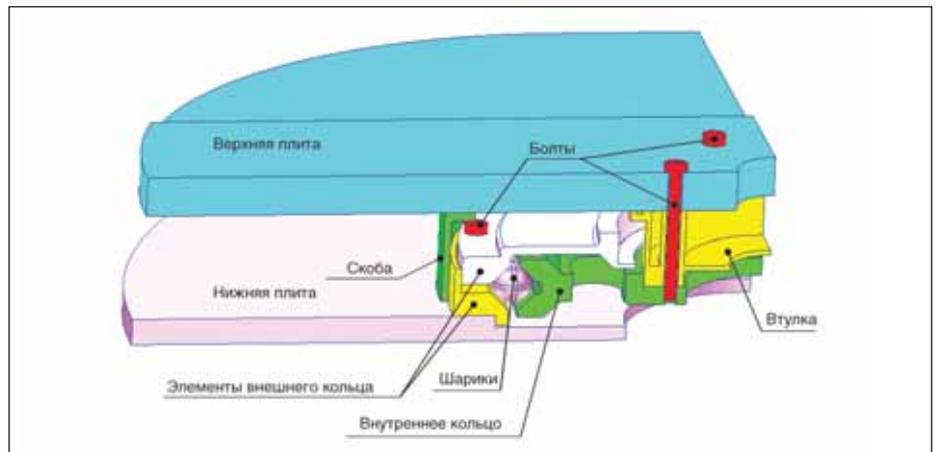

Рис. 1. Расчетная область задачи:  $1/4$  часть подшипника, выделенная по признаку симметрии (геометрической и по нагрузке)
**Р**ассматривается поведение подшипника, который в процессе эксплуатации нагревается на  $60^{\circ}\text{C}$  и нагружается осевой силой в три тонны. В качестве расчетной области рассматривается  $1/4$  часть подшипника (рис. 1), выделенная по признаку симметрии (геометрической и по нагрузке).